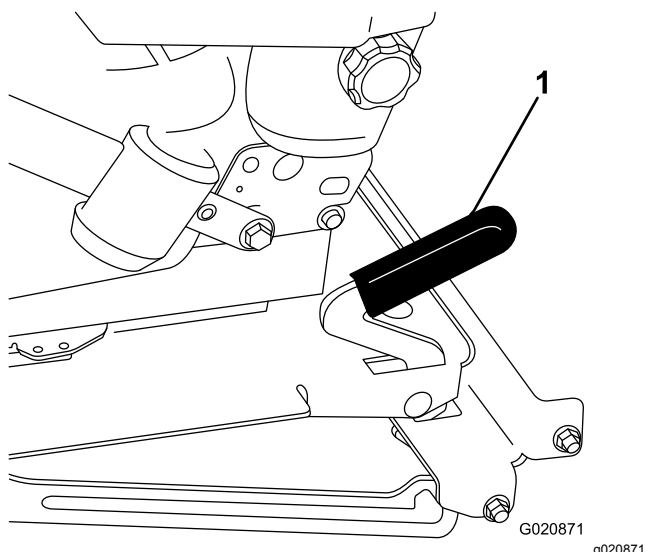

Bild 15
2. Ziehen Sie den Sitzriegel nach vorne und oben, um den Sitz zu entriegeln (Bild 15).